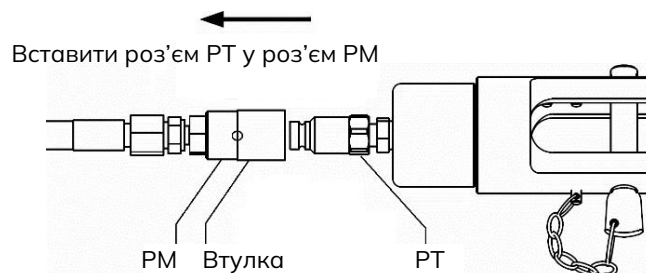

Рис. 9. Гідравлічна робота зовнішнього пристрою.
- Потягніть втулку у напрямку, показаному стрілкою на рис. 9, доки швидкороз'єми не роз'єднуються.